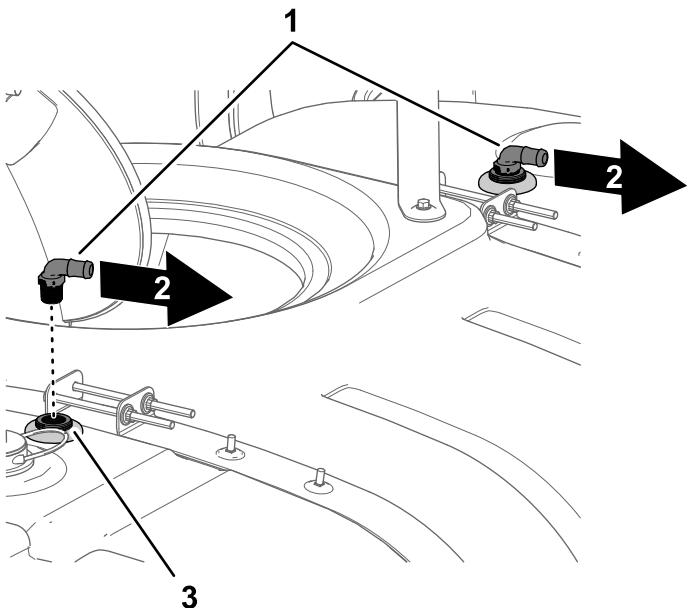

Figura 23
5. Montate i raccordi a 90 ° sui raccordi del diaframma dei gruppi ugelli di lavaggio (Figura 23).
6. Orientate il raccordo scanalato del flessibile dei raccordi a 90° verso il lato destro della macchina (Figura 23).